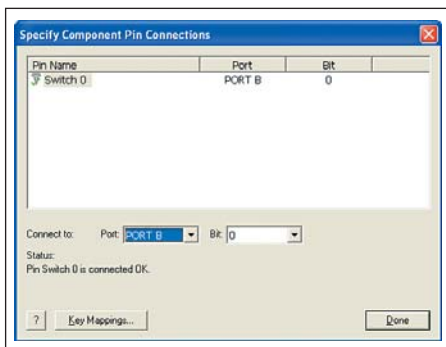

Рис. 5. Диалоговое окно Connect to Port
- В пункте Connect to Port выпадающего меню выберите PORT B (кнопка на плате 44-pin Demo Board подключена к PORT B, бит 0). Диалог Connect to Port примет вид, который представлен на рис. 5.